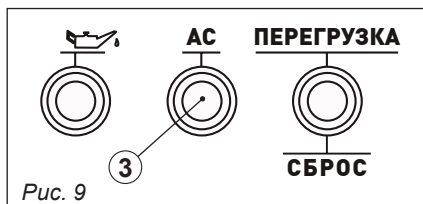

Рис. 9
Индикатор переменного тока ③ загорается, когда двигатель запускается и вырабатывает напряжение, рис. 9.